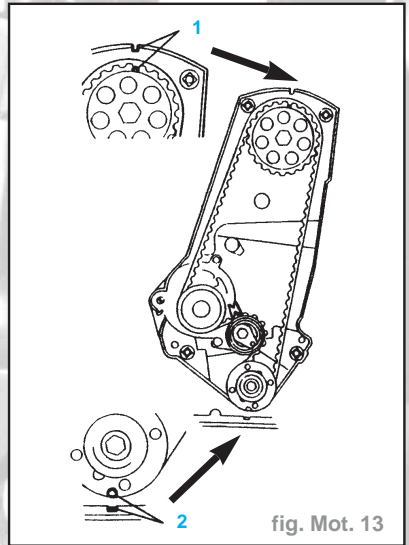

fig. Mot. 13
- Aligner les repères d'arbres à cames (1) et de poulie de vilebrequin (2) (fig. Mot. 13).
- Aligner les repères d'arbre à cames (1) et du pignon de vilebrequin (2) (fig. Mot. 13).
- Tenir compte des repères des temps de distribution (fig. Mot. 13).
- Aligner les repères d'arbres à cames et de pignon de vilebrequin (fig. Mot. 13).
- Tourner le vilebrequin de deux tours (**720°**) à la vis de fixation de la roue d'entraînement de la courroie crantée dans le sens de la marche du moteur jusqu'à ce que les repères (2) et (1) se retrouvent en regard (fig. Mot. 13).